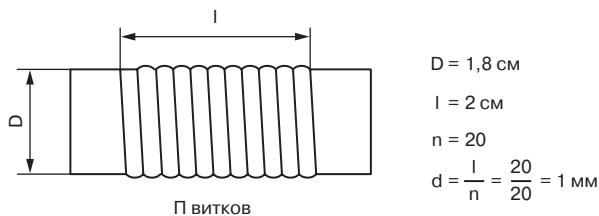

Рис. 8.11. Катушка индуктивности
**Пример.** Определим индуктивность катушки, изображенной на рис. 8.11, где  $l = 2$  см,  $D = 1,8$  см, число витков  $n = 20$ . Подставив в формулу все необходимые величины, получим:
В качестве примера приведем пересчет числа витков катушки, изображенной на рис. 8.11, для провода диаметром 0,8 мм: